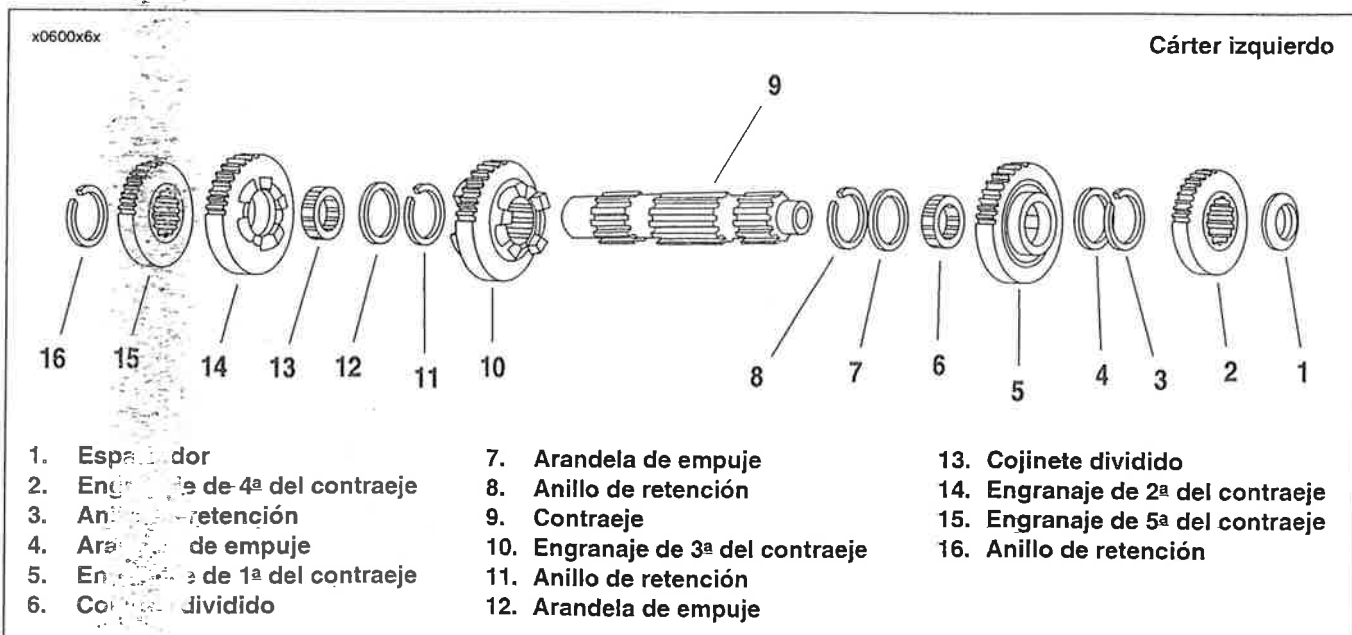

Figura 6-43. Conjunto del contraeje de la transmisión cuando ha sido extraído del cárter izquierdo/desarmado
1. Vea la Figura 6-43. Quite el espaciador (1) y engranaje de 4ª del contraeje (2) del extremo del contraeje (9) con rosca interna.
2. Usando los ALICATES PARA ANILLO DE RETENCIÓN (pieza N° J-5586), quite y deseche el anillo de retención (16) al lado del engranaje de 5ª del contraeje (15).
- a. Deslice el engranaje de 5ª del contraeje y engranaje de 2ª del contraeje (14) del extremo del contraeje.
- b. Quite el cojinete dividido (13) que estaba debajo del engranaje de 2ª del contraeje y quite la arandela de empuje (12).
- c. Quite el anillo de retención (11) y deslice el engranaje de 3ª del contraeje (10) del extremo libre del contraeje.
3. Expanda el anillo de retención (3) localizado junto al engranaje de 1ª del contraeje (5). Quite el anillo de retención y la arandela de empuje (4).
5. Quite el cojinete dividido (6).
6. Quite la arandela de empuje (7). Expanda el anillo de retención restante (8) y deslícelo fuera del contraeje.